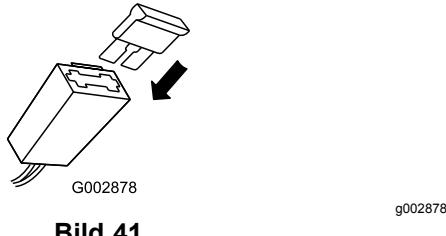

Bild 41
2. Wechseln Sie die Sicherung im Sicherungshalter aus (Bild 41).